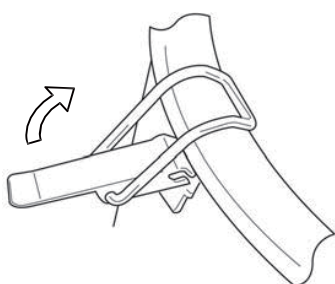

Fig.1
- 1) Sbloccare i fermagli (8) sul serbatoio e rimuovere il coperchio (1) (**fig. 1**).